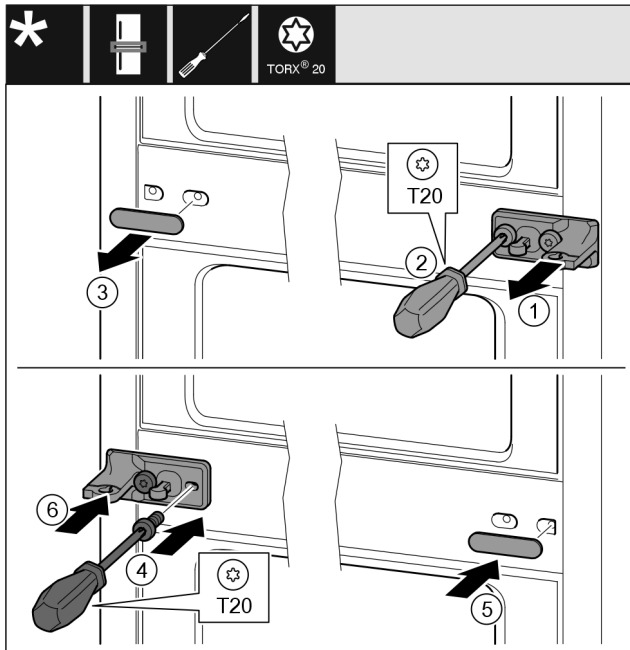

Fig. 13
- ▶ Зніміть планку Fig. 13 (1).
- ▶ Викрутіть гвинти Fig. 13 (2) за допомогою викрутки.
- ▶ Обережно зніміть кришку Fig. 13 (3).
- ▶ Поверніть опорний кронштейн з плівкою Fig. 13 (4) на 180° та закріпіть гвинтами з іншого боку.
- ▶ Поверніть кришку Fig. 13 (5) на 180° і встановіть її з іншого боку.
- ▶ Встановіть планку Fig. 13 (6) спереду.